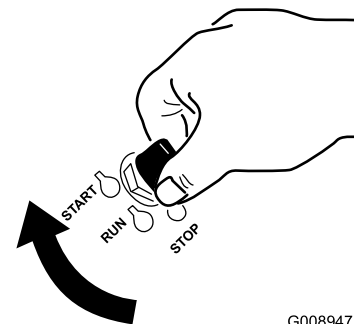

Bild 16
1. Drehen Sie den Zündschlüssel auf die Start-Stellung (Bild 16). Lassen Sie den Schlüssel los, sobald der Motor anspringt.
6. Drehen Sie den Zündschlüssel auf die Start-Stellung (Bild 16). Lassen Sie den Schlüssel los, sobald der Motor anspringt.